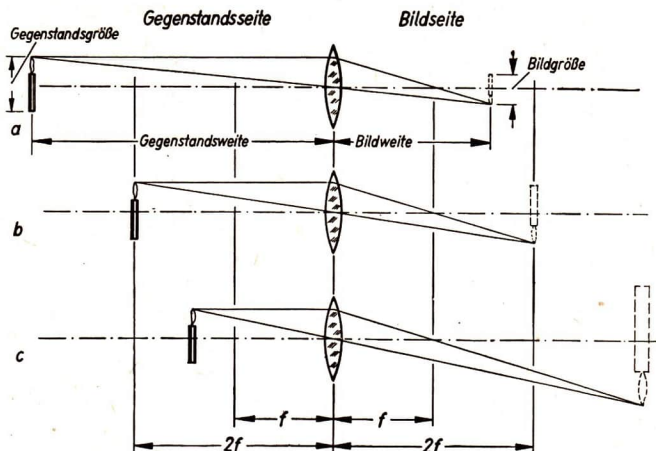

Abb. 174/1. Drei Fälle der reellen Abbildung
Drei Fälle der Bilderzeugung durch eine Sammellinse sind in der Abbildung 174/1 zusammengestellt. Den Abstand des Gegenstandes von der Linse nennt man die *Gegenstandsweite*, den Abstand des Bildes von der Linse die *Bildweite*.
1. Befindet sich der Gegenstand außerhalb der doppelten Brennweite, so entsteht ein *verkleinertes reelles Bild* zwischen der einfachen und der doppelten Brennweite (Abb. 174/1a).
2. Befindet sich der Gegenstand in der doppelten Brennweite, so entsteht ein *gleich großes reelles Bild* in der doppelten Brennweite (Abb. 174/1b).
3. Befindet sich der Gegenstand zwischen der doppelten und der einfachen Brennweite, so entsteht ein *vergrößertes reelles Bild* außerhalb der doppelten Brennweite (Abb. 174/1c).